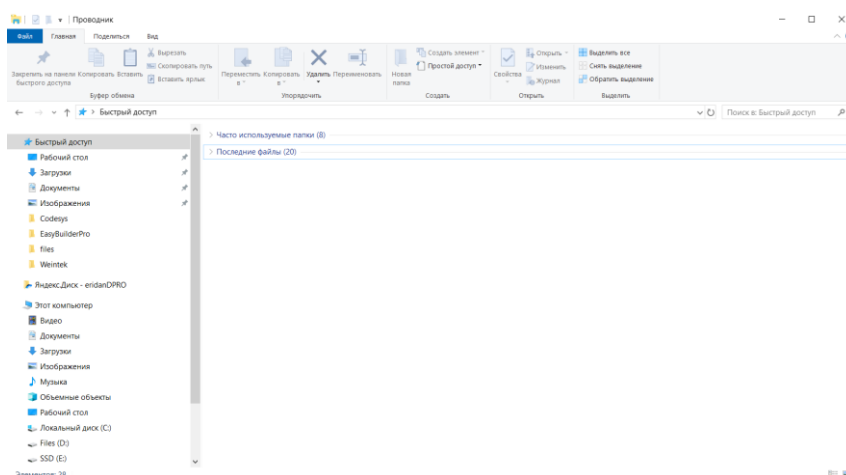

Рисунок 5.1 – Проводник ОС Windows 10
2. Открыть «Проводник» на АРМ администратора (рисунок 5.1).